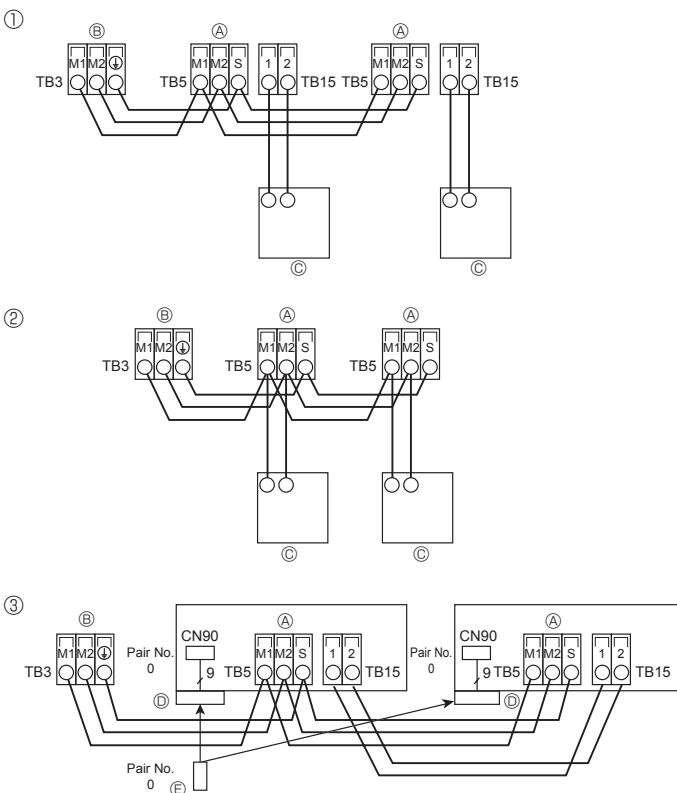

Fig. 6-3
6.4. Σύνδεση ελεγκτού εξ αποστάσεως, καλωδίων μεταφοράς εξωτερικών και εσωτερικών μονάδων (Fig. 6-3)
- ① Ελεγκτής εξ αποστάσεως MA
- ② Ελεγκτής εξ αποστάσεως M-NET
- ③ Ασύρματο τηλεχειριστήριο (Κατά την εγκατάσταση δέκτη ασύρματου σήματος)